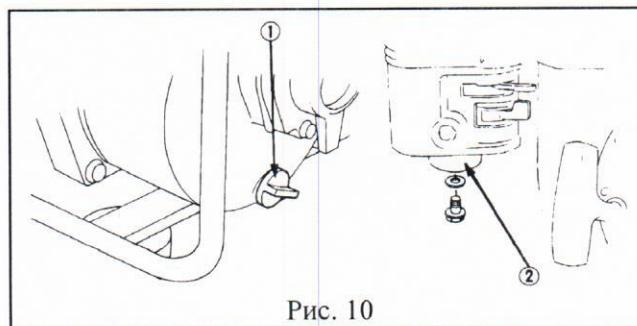

Рис. 10
- после завершения работы с помпой слейте оставшуюся воду из насосной камеры, отвернув пробку 1 (рис. 10).
\* Промойте внутреннюю полость насоса чистой водой. После промывки отверните пробку 1 (рис. 10) сливного отверстия насоса и слейте полностью воду из корпуса насоса. Установите пробку на место.
\* При закрытом бензокраннике выверните сливной винт 2 (рис. 10) и слейте бен-